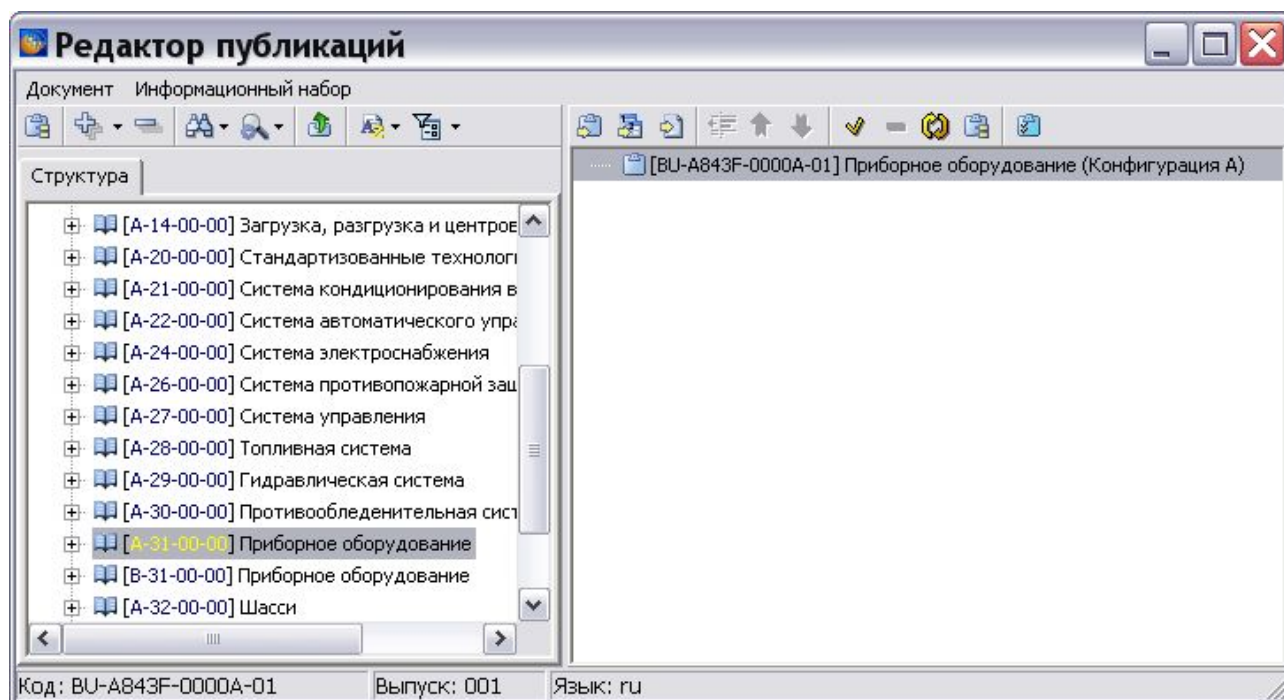

Рис. 8.42
1. В правом окне редактора публикаций выделите версию публикации «Приборное оборудование (Конфигурация А)» (Рис. 8.42).
2. В левом окне на вкладке **Структура** в структуре проекта выделите раздел «Приборное оборудование» с кодом «А-31-00-00» (Рис. 8.42).